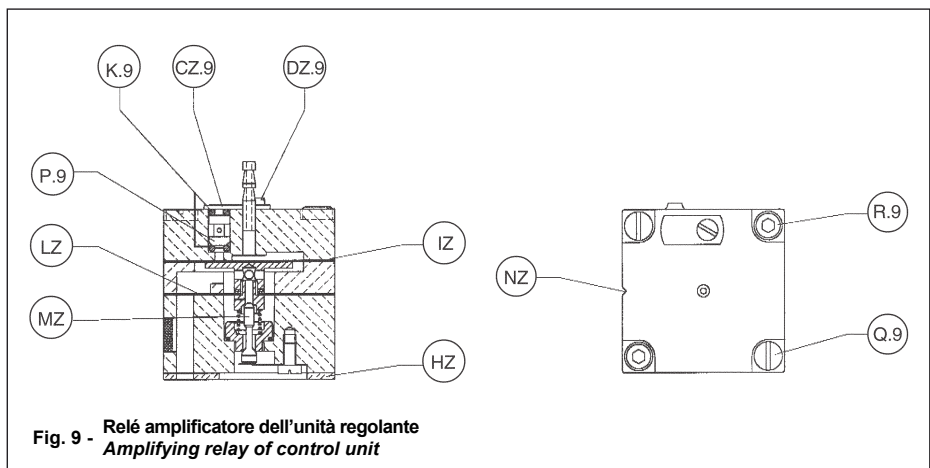

Fig. 9 - Relé amplificatore dell'unità regolante
Pulizia dell'unità regolante (Fig. 9 - 10)
- 1) La pulizia dell'unità può rendersi necessaria se l'aria di alimentazione contiene olio, umidità o pulviscolo atmosferico. Il gruppo orificio capillare (P.9) è accessibile ruotando la piastrina di fermo (CZ.9) dopo aver allentato la vite (DZ.9): inserire la parte filettata del pulitore in dotazione (Fig. 10) ed estrarre l'orificio capillare facendo attenzione agli O-ring di tenuta (OR 2007). L'operazione di pulizia sarà effettuata utilizzando il filo d'acciaio del pulitore stesso e completata con una energica soffiatura con aria compressa. Rimontando l'orificio capillare porre attenzione al posizionamento dei due O-ring di tenuta (K.9) (vedi Fig. 9).
Cleaning of control unit (Fig. 9 - 10)
- 1) **Cleaning of unit may become necessary when compressed air contains oil, water, vapours or atmospheric dust. The capillary orifice set (P.9) can be reached by loosening screw (DZ.9) and rotating locking plate (CZ.9). Insert the threaded part of the cleaner provided (Fig. 10) and take out the capillary orifice, taking care with the sealing O-rings (OR 2007). Clean the part first with the steel wire provided with the cleaner, than with a strong blast of compressed air. When re-fitting the capillary orifice set, make sure that the two sealing O-rings (K.9) are positioned properly (see Fig. 9).**
*Using a 4 mm screwdriver remove screw (S.11) extract the fitting connecting the plastic tube and proceed to **clean the nozzle** (T.11). Be however careful to avoid losing or damaging O-ring gasket. Smoothly introduce into the tiny orifice of the nozzle the cleaning wire supplied with the instrument. During this operation gently keep flapper as far as possible from nozzle so to avoid scratching it. This can be easily obtained by adjusting proportional band to zero width on direct action and by positioning red set-point index at instrument scale end. Now reassemble the screw (S) after lubrication of O-ring with silicone grease.*
2) La presenza di olio o condensa nell'aria di alimentazione potrebbe rendere necessaria anche la pulizia delle membrane e degli organi interni del relé pneumatico. Vedi fig. 9. Per lo smontaggio del relé, dopo aver proceduto alla sua rimozione dalla piastra di base agendo sulle due viti ad intaglio (Q.9) svitare le due viti a brugola (R.9). Il relé risulterà così completamente scomponibile, ad esclusione dell'otturatore e della molla piana che restano nella loro posizione di lavoro. Nel rimontaggio fare attenzione ai fori di passaggio ricavati sulle membrane e sulla guarnizione ed alla tacca di riferimento incisa esternamente: a montaggio effettuato, la scanalatura di riferimento (NZ) deve essere posizionata sulla destra.
2) Entrainment of oil and condensate in the compressed air supply could also make necessary the cleaning of diaphragm and inner parts of pneumatic relay. See fig. 9. To disassemble the relay, after having removed it from base plate by unscrewing the two slot screws (Q.9), unscrew the two hex. socket screws (R.9). Relay can now be completely disassembled, with the exception of inner valve and flat spring that must be remained in their working position. When reassembling the relay care must be given to a correct positioning of mounting holes on diaphragms and gaskets and to reference marks externally (NZ) engraved on each component; at completed assembly reference marks must be right hand.